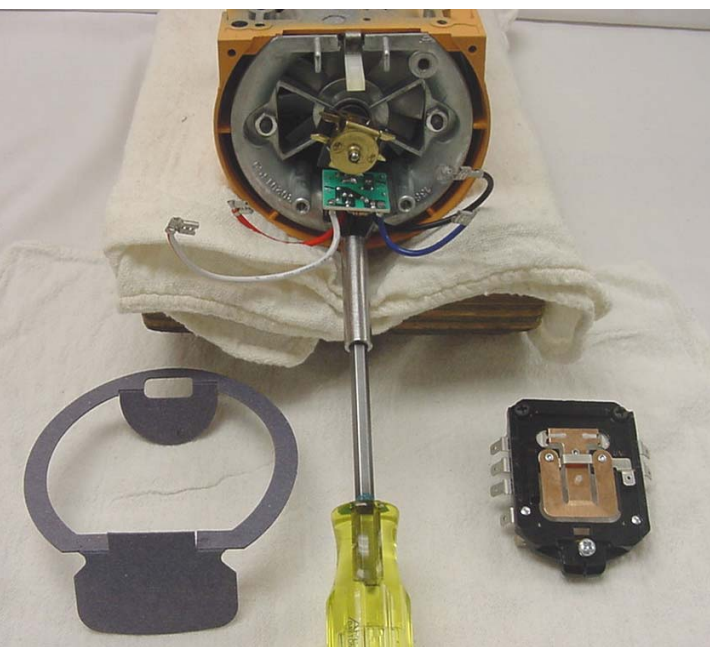

Abb. 19: Ausbau der Phasensteuerung von der Lagerbrücke.
B. Falls erforderlich, kann die Phasensteuerung nun von der Lagerbrücke abgeschraubt werden. Dazu die Schraube #4-40 x 1/4" lösen (Abb. 19 und 20).